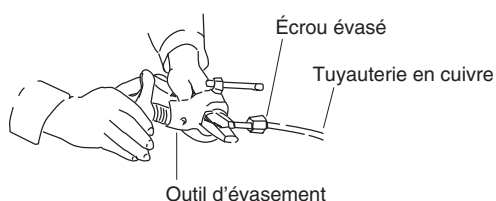

Fig. 5-3
- (3) Enlevez l'écrou évasé de l'unité et veillez à le monter sur le tube en cuivre.
- (4) Créez un évasement à l'extrémité du tube en cuivre avec un outil d'évasement. (Fig. 5-3)